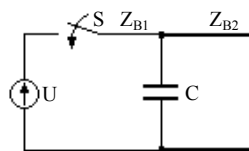

Рис. 12.1
**4. Исходные данные.** Цепь, состоящая из двух однородных линий с волновым сопротивлением  $Z_{B1}$  и  $Z_{B2}$  (рис. 12.1) и имеющая сосредоточенную емкость  $C$ , подключается под постоянное напряжение  $U$  (табл. 12.4).